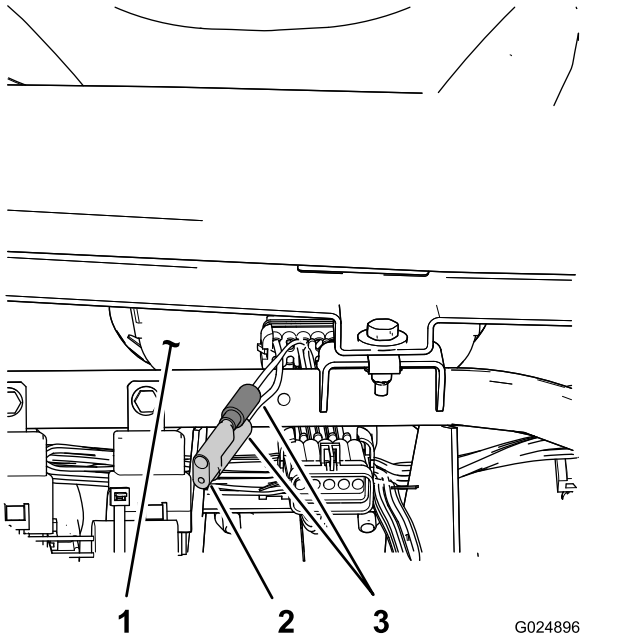

Bild 78
3. Ermitteln Sie die zwei losen Kabel neben dem Tacho (Bild 78).
4. Entfernen Sie den Anschlussstecker vom Kabelbaum und schließen Sie die Kabel zusammen (Bild 78).